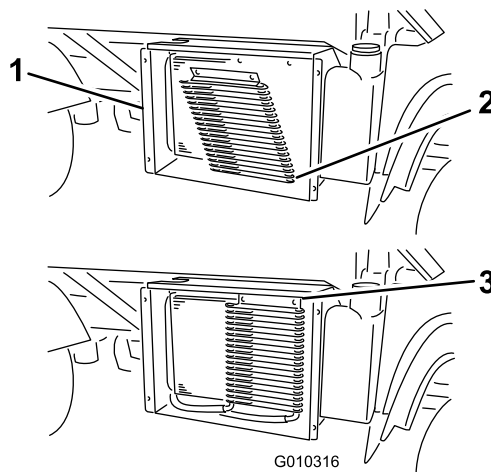

Figura 51
- Se estiver equipado, rode as patilhas e incline o refrigerador de óleo afastando-o do radiador (Figura 51).